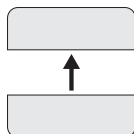

Рис. No. 4
2. Откройте лицевую сторону корпуса потянув ее вверх (см. Рис. No. 4)
6. Закройте корпус EW1B (см Рис. No. 4, Рис. No. 3)